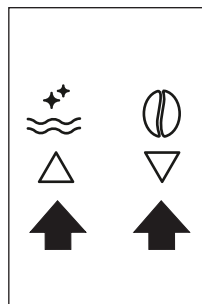
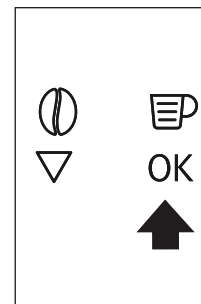

Fig. 9
Fig. 10
- ▶ Utilice los iconos Δ ∇ (B7 y B8) para seleccionar el idioma deseado (Fig.9). Cuando aparezca el mensaje "PRESS OK TO CHOOSE ENGLISH" (pulse ok para seleccionar el ingles), pulse el icono OK (B9) (Fig. 10) durante 3 segundos hasta que aparezca el mensaje "ENGLISH INSTALLED" (ingles instalado). Si configura un idioma incorrecto, siga las instrucciones en la sección "Configurar idioma". Si su idioma no está disponible, seleccione uno de los idiomas mostrados. Las instrucciones hacen referencia a la versión en inglés. Después, siga las instrucciones visualizadas.
- ▶ Pulse la tecla táctil ∞ (B9) (Fig. 10) al cabo de varios segundos, sale un poco de agua del surtidor.